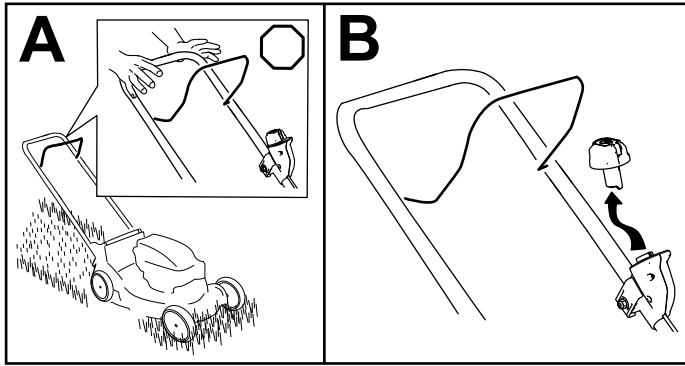

Figure 12
1. Relâchez la barre de commande de la lame (A de la Figure 12).
2. Retirez le bouton de démarrage électrique du démarreur électrique (B de la Figure 12).